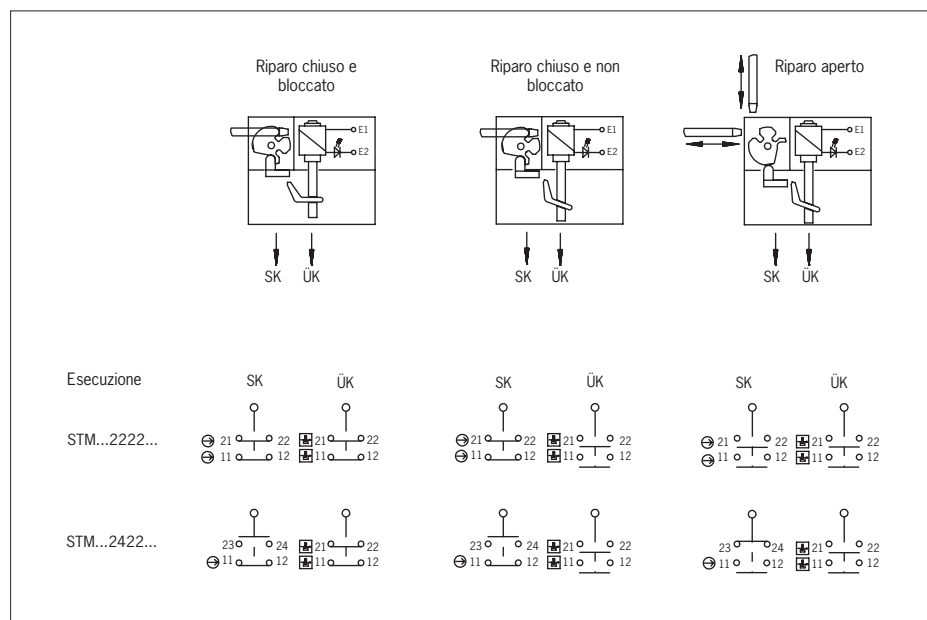

Fig. 4: Microinterruttori e commutazioni
3. Collegare e serrare i morsetti con una coppia di 0,5 Nm (per la disposizione dei contatti vedere Fig. 4).